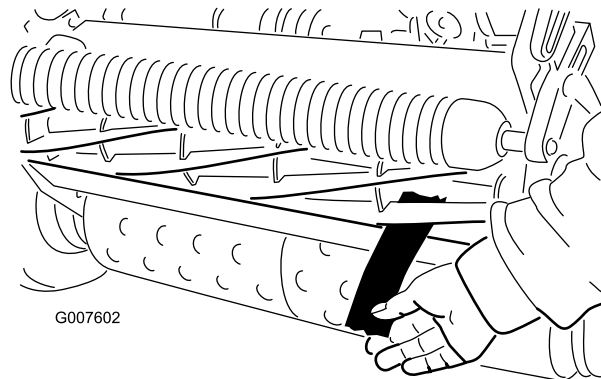

图53
12. 在滚刀与底刀间插入一长条 剪切性能检测纸，纸要与底刀垂直，检测剪切性能（图 53）。缓慢向前旋转滚刀；滚刀应剪切检测纸。